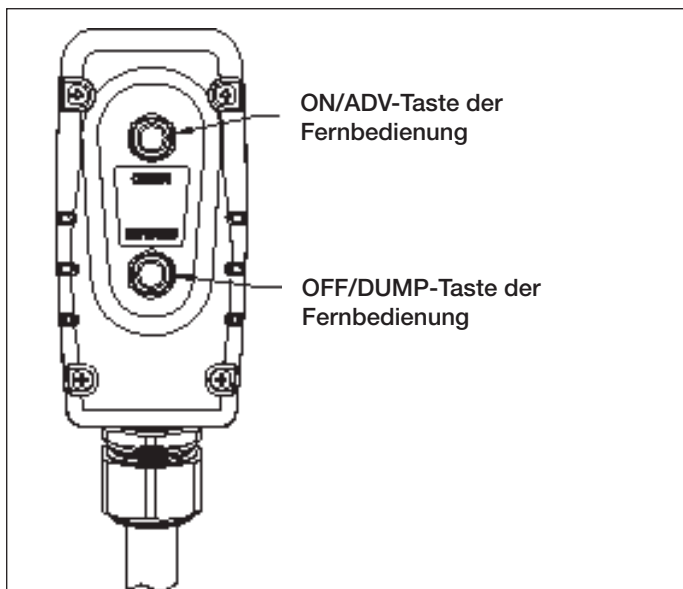

Abb. 7, Tasten der Fernbedienung
5.2 Fernbedienungsbetrieb (siehe Abb. 7)
5. Um die Pumpe zu starten, drücken Sie die „ON/ADV“-Taste auf der Fernbedienung. Siehe Abb. 7. Der Motor startet automatisch und der Schlüssel läuft vorwärts. Der Schlüssel bewegt sich weiter vorwärts, solange die Taste gedrückt wird.